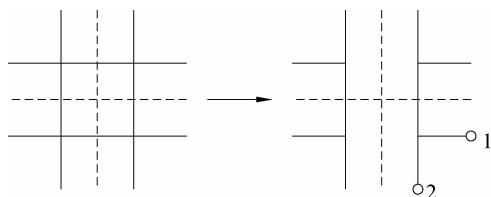

图 4-9 “十字闭合”工具
(1) 十字闭合: 用于在两条多线之间创建闭合的十字交点。选择的第一条多线被修剪, 选择的第二条多线保留原样, 如图 4-9 所示。